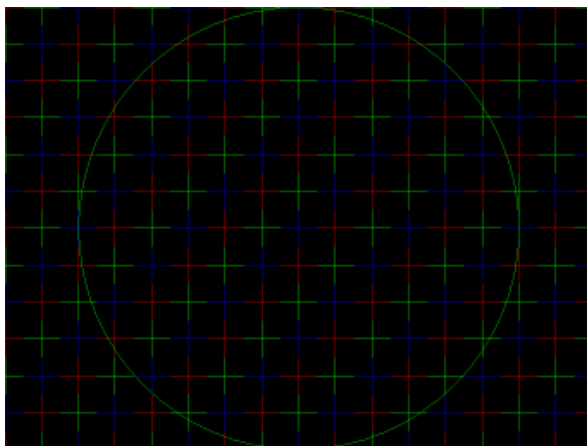

图 4.49
(4) 色彩：Nokia Monitor Test 提供全幅白、红、绿、蓝、黑 5 种颜色不断切换显示，通过这个测试可以查验显示器的色彩表现力，如果是 LCD 显示器，还可以用这个项目查找亮点和坏点。
(5) 收敛：指显示器将屏幕图像中的红、绿、蓝三原色正确过渡的能力，该参数会影响显示的清晰程度。测试图形采用的是由红色、绿色和蓝色这三色组成的横、竖交叉线，关键点在于交叉线在各颜色连接处的连接情况。如果这些相连交叉线在一条直线上，表明显示器收敛度很好；反之若这些相连交叉线分得比较开，并没有处在同一条直线上，则表明显示器的收敛度比较差，如图 4.49 所示。